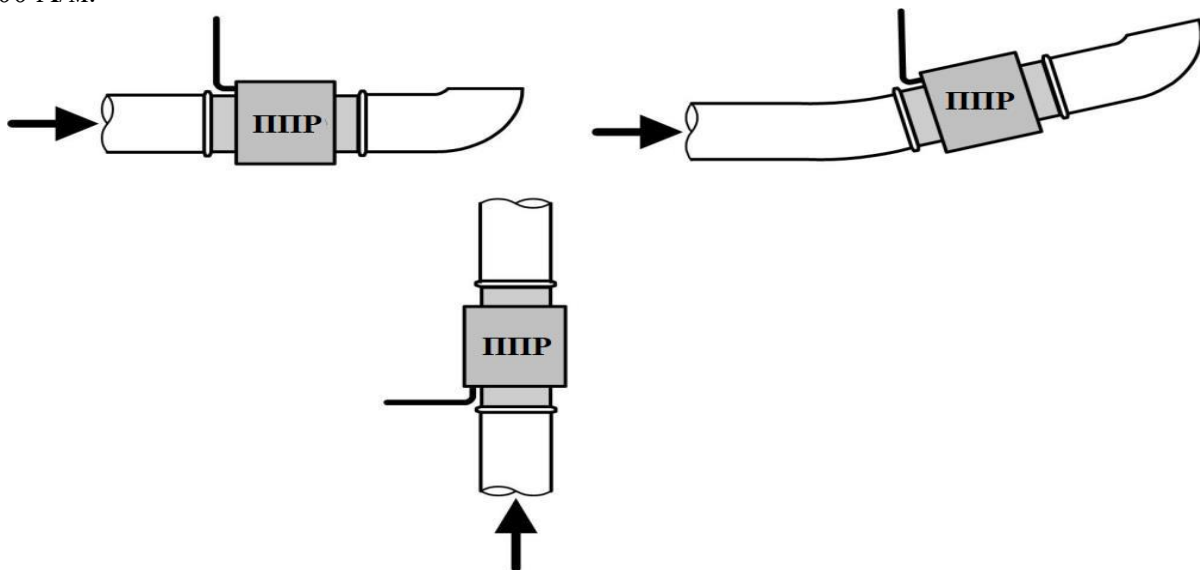

Рис.6. Рекомендуемые места установки ППР в трубопроводе.
3.3.1. Измерительный участок расходомера допускается монтировать в горизонтальный, наклонный трубопровод с восходящим потоком и в вертикальный напорный трубопровод (рис.6).